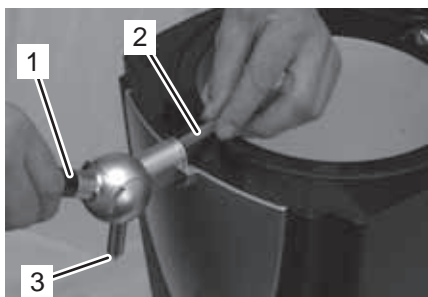

Fig. 41
10. Poussez le levier distributeur (Fig. 41/1) complètement vers le bas.
11. Veuillez introduire le tuyau distributeur (Fig. 41/2) dans la cannelure de sorte qu'il dépasse un peu au-dessous, à la sortie de la cannelure (Fig. 41/3). Faites-le alors tourner un peu dans tous les sens pour faciliter l'insertion.
12. Ramenez le levier distributeur (Fig. 41/1) vers le haut et relâchez-le.